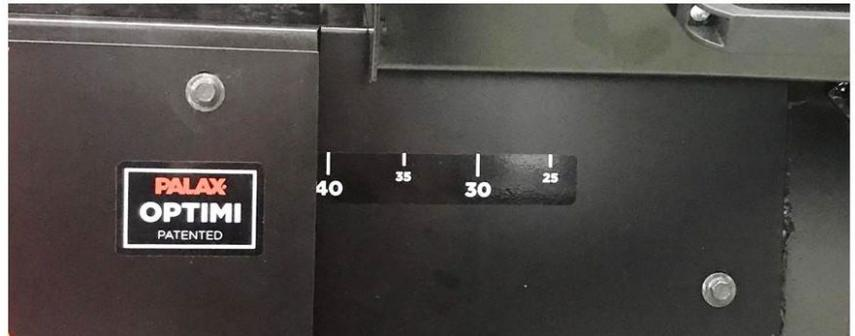

Abb. 6
## 2.8 Einstellen der Schnittlänge, Abb. 6
- ❑ Stellen Sie die Schnittlänge mithilfe des Schalthebels (OPTIMI, Abb. 11) in der Mitte und der Maßskala (Abb. 6) auf dem Maschinengestell ein.